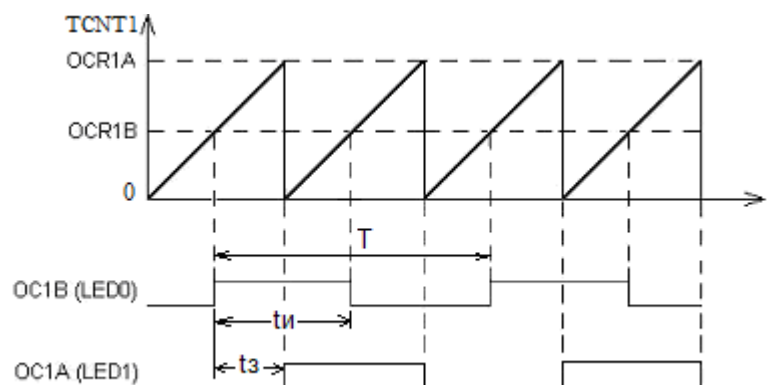

Рис.3. Временные диаграммы работы таймера/счётчика T1 при исследовании функции сравнения
Подготовить программу для исследования функции сравнения таймера/счётчика T1. Возможный вариант работы программы: при нажатии на кнопку START (SW0) запускается таймер – происходит инкремент счётчика с частотой  $F_{cnt}=F_{clk}/K$ . При совпадении значений счётчика TCNT1 и регистра сравнения OCR1B происходит изменение состояния вывода OC1B на противоположное. При совпадении значений счётчика TCNT1 и регистра сравнения OCR1A происходит изменение состояния вывода OC1A на противоположное и сброс счётного регистра в нулевое состояние. Временные диаграммы работы таймера T1 приведены на рис.3.
**Задание 3.** Проверить работу программы 4.3. Результат работы программы должен соответствовать диаграммам на рис.3. При нажатии на кнопку SW0 светодиоды работают в следующей последовательности: оба светодиода горят, далее выключается LED0, затем LED1, включается LED0, затем LED1 и т.д. В любой момент процесс можно остановить нажатием кнопки SW2.